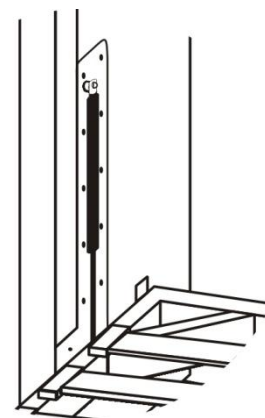

рис. 16
16. Установить газлифт (2 шт) на ось механизма вращения (**штоком вниз**), зафиксировать газлифт с помощью гайки М8 со стопорным буртом (рис.16).